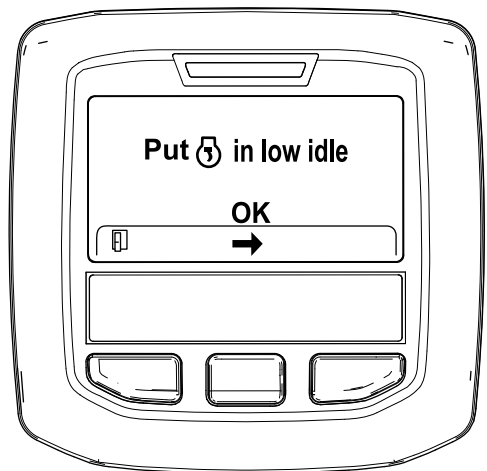

図 36
6. スロットルコントロールを低速アイドル位置にセットして、中央ボタンを押す 図 36。